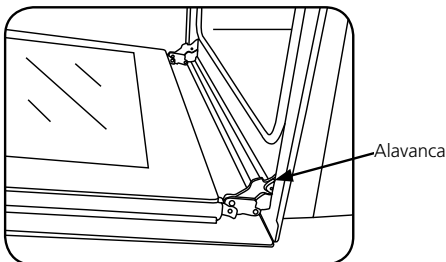

Fig. 29
- Erguer as duas alavancas de bloqueio, localizadas nas extremidades inferiores das dobradiças (fig. 29).